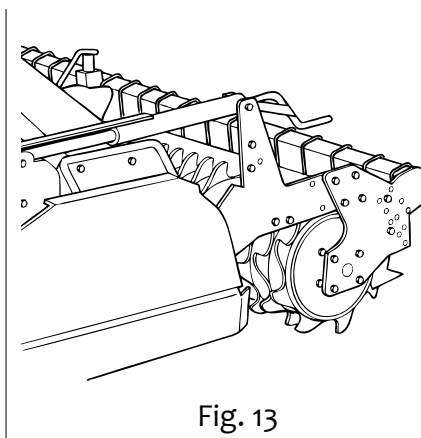

Fig. 13
- 2. Mit Schraubwinden (Abb. 13). Diese Lösung wird mit zwei Schraubwinden erhalten, die sich am Ende der Maschine befinden und mit einer mit Skala versehenen Stange einstellbar sind. Hebt man die Walze, nimmt die Arbeitstiefe zu, senkt man sie, nimmt sie ab.